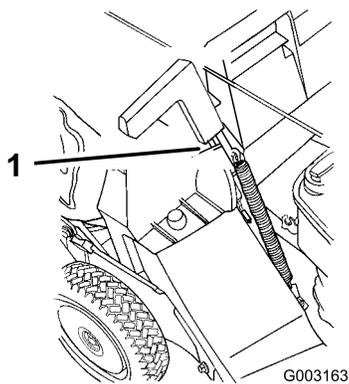

Figure 19
- Tirez la poignée du volet d'éjection vers l'avant pour dégager le goujon de l'arrêt, puis repoussez la poignée vers l'arrière pour bloquer le goujon dans l'encoche du bac (Figure 19).